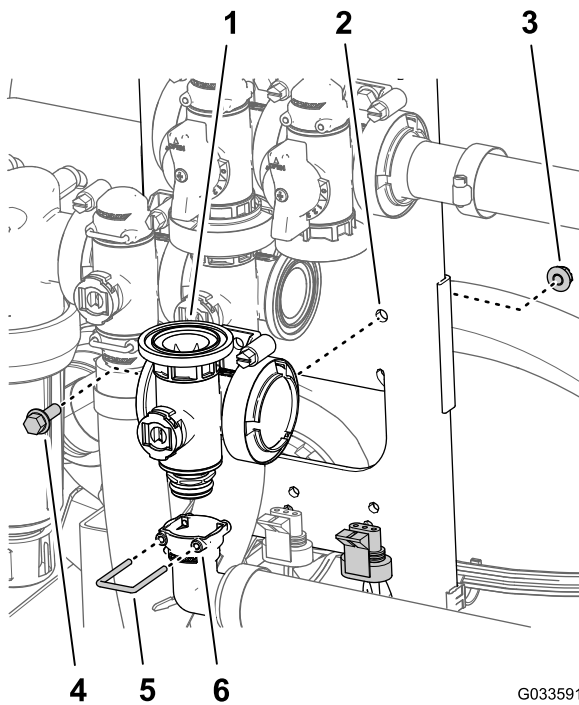

図 130
- 90° 出口フィッティングのソケットを、マスターブームバルブ用のマニホールドの底部にあるカップリングのフィッティングに取り付ける 図 130。
6. 出口フィッティングのソケットにリテーナを入れて出口フィッティングのカップリングを固定する図 130。